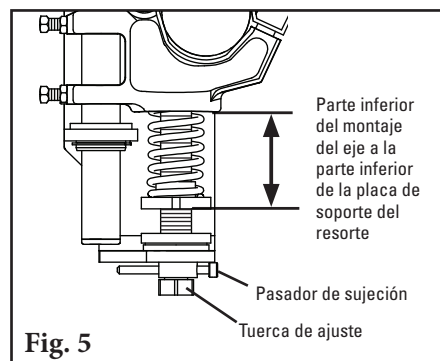

Fig. 5
5. **Establezca la tensión de la hoja.** Gire las tuercas de ajuste hasta que se haya alcanzado la compresión correcta del resorte (Fig. 5). La compresión del resorte es determinada por la longitud del resorte. Consulte la tabla a continuación para conocer la longitud correcta del resorte para su ancho de banda. Reemplace los pasadores de bloqueo.
- Conecte los conductos de suministro y establezca la presión de tensión.** Con las piezas que se suministran, sujete un conducto a cada bolsa de aire y coloque los conductos en el lado de la salida de la caja de control (Fig. 5).
5. **Reensamble el tensor SAT XD.** Quite los tres tornillos de la placa de soporte de bolsa de aire (Fig. 4a). Gire el accesorio roscado en la placa de soporte. Gire también parte del accesorio roscado en el orificio en el montaje del eje. (Fig. 4b) Asegúrese de que todavía se vea 6 mm (1/4") del accesorio roscado, luego gire la bolsa de aire en el accesorio roscado y apriete. (Fig. 5)